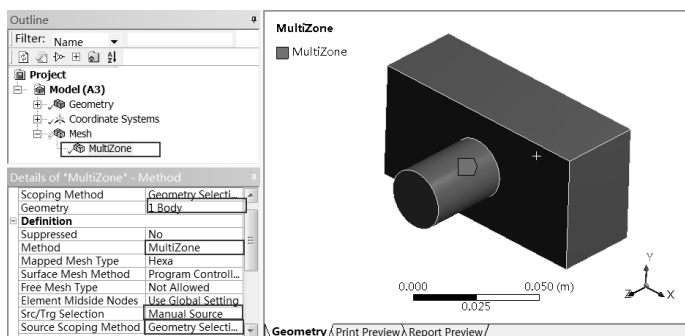

图 3-87 划分网格 1
Step17: 在如图 3-87 所示的 Details of “MultiZone” 面板中做如下设置。